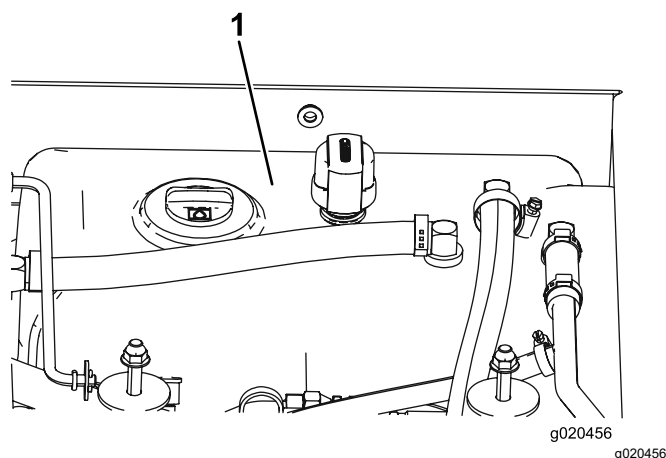

Figura 118
4. Encha o reservatório (Figura 118) com fluido hidráulico; consulte Verificação do fluido hidráulico (página 83).